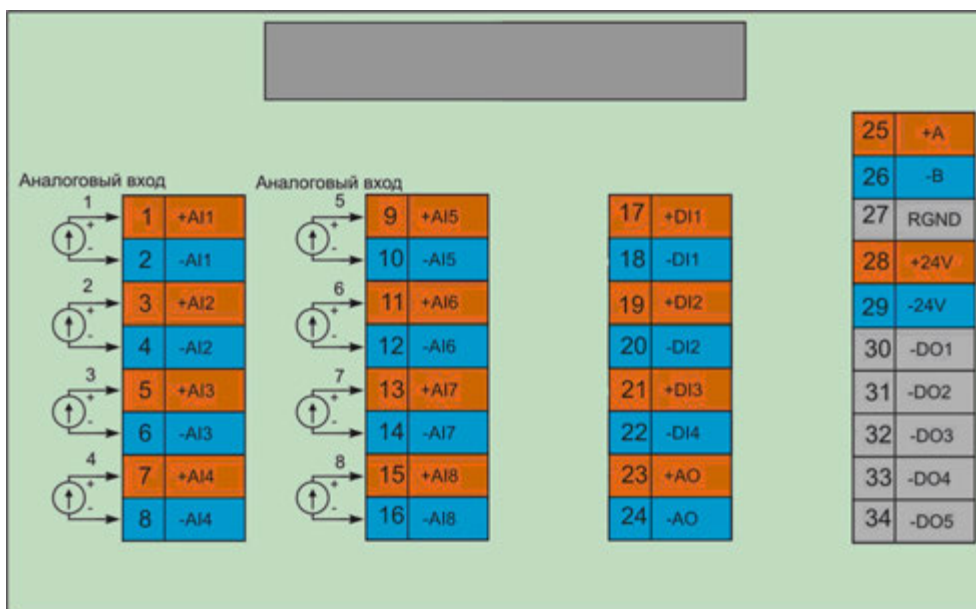

Рисунок 10.1 - Подключение аналоговых входов с помощью клеммно-блочного соединителя КБЗ-34-01
10.3.1.1 Подключение аналоговых входов с помощью клеммно-блочного соединителя КБЗ-34-01 представлено на рис. 10.1.